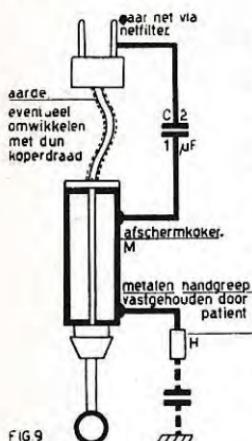

FIG. 9
Hoe deze ontstoring (zonder het netfilter) er in werkelijkheid uitziet, geeft fig. 9 te zien, Tussen de steker en het lichtnet wordt dan het netfilter aangebracht.
Deze ontstoring is absoluut afdoende, wanneer de patiënt zichzelf bestraalt. Laat hij dit door een ander doen, dan komt er nog meer aan te pas (fig. 9). Aan de mantel M wordt dan namelijk nog een snoer met metalen handgreep (H) verbonden. Deze handgreep houdt de patiënt in zijn hand. De patiënt zelf vormt dan tussen deze handgreep en de aarde een condensator of zeer hoge weerstand. (In de figuur gestippeld aangegeven). Hoe hardnekig de storingen, door deze apparaten veroorzaakt, ook zijn, op de bovenomschreven wijze zijn ze geheel te onderdrukken.